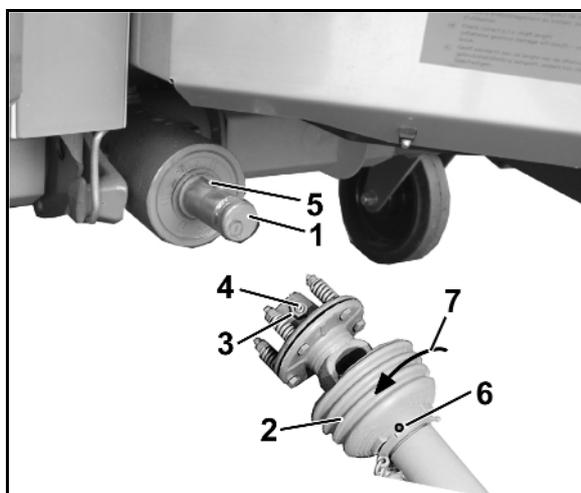

Fig. 38
2. Limpar o veio de entrada da caixa de velocidades (Fig. 38/1).
5. Girar o cone de protecção (Fig. 38/2) para a posição de montagem (Fig. 38/7).
7. Na forqueta de ligação, soltar a contraporca (Fig. 38/3) do acoplamento de fricção (até que o perno roscado deixe de sobressair para fora, para além da contraporca), desenroscar o perno roscado de sextavado interior (Fig. 38/4) e verificar se a forqueta de ligação se deixa colocar facilmente sobre o veio da engrenagem.
9. Proteger o veio de transmissão contra o deslocamento axial. Para o efeito, apertar firmemente o perno roscado com uma chave de sextavado interior e contra-apoiar com a porca (Fig. 38/3).
2. Na forqueta de ligação, soltar a contraporca (Fig. 38/3) do acoplamento de fricção. Desenroscar o perno roscado (Fig. 38/4).